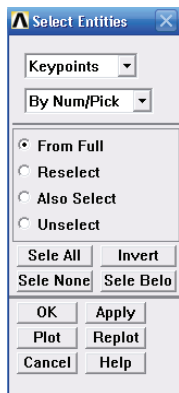
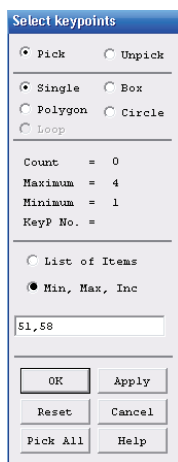

图 2-59 选择实体对话框
图 2-60 选择关键点拾取菜单
21) 选择 Utility Menu | Select | Entities 命令，出现 Select Entities 对话框，在第 1 个下拉菜单中选择 Keypoints，在第 2 个下拉菜单中选择 By Num/Pick，在第 3 栏中选择 From Full，如图 2-59 所示，单击 OK 按钮，出现 Select Keypoints 拾取菜单，在第 4 栏中选择 Min,Max,Inc，在输入栏中输入 51, 58，如图 2-60 所示，单击 OK 按钮关闭该对话框。